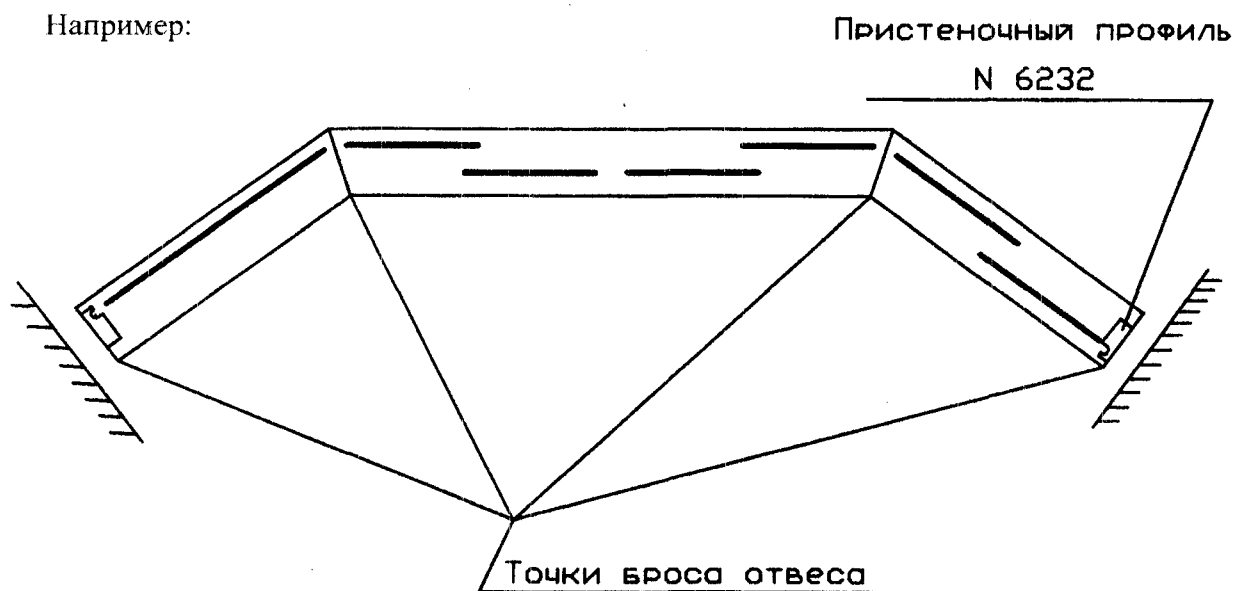

Рис. 2
2.1 Бросаем отвесы на верхнюю плиту по крайним точкам конструкции и по поворотным углам (см. Рис.2). По отмеченным точкам выставляем верхний несущий профиль и крепим его так, чтобы расстояние между крепежными элементами было **не менее 600 мм** (если применяются наборные профили, то по каждому стыку профилей).
Внимание: пристеночный профиль art.6232 своим усиком должен находиться на том же уровне, на котором находится примыкающая к нему створка (см. Рис. 2).